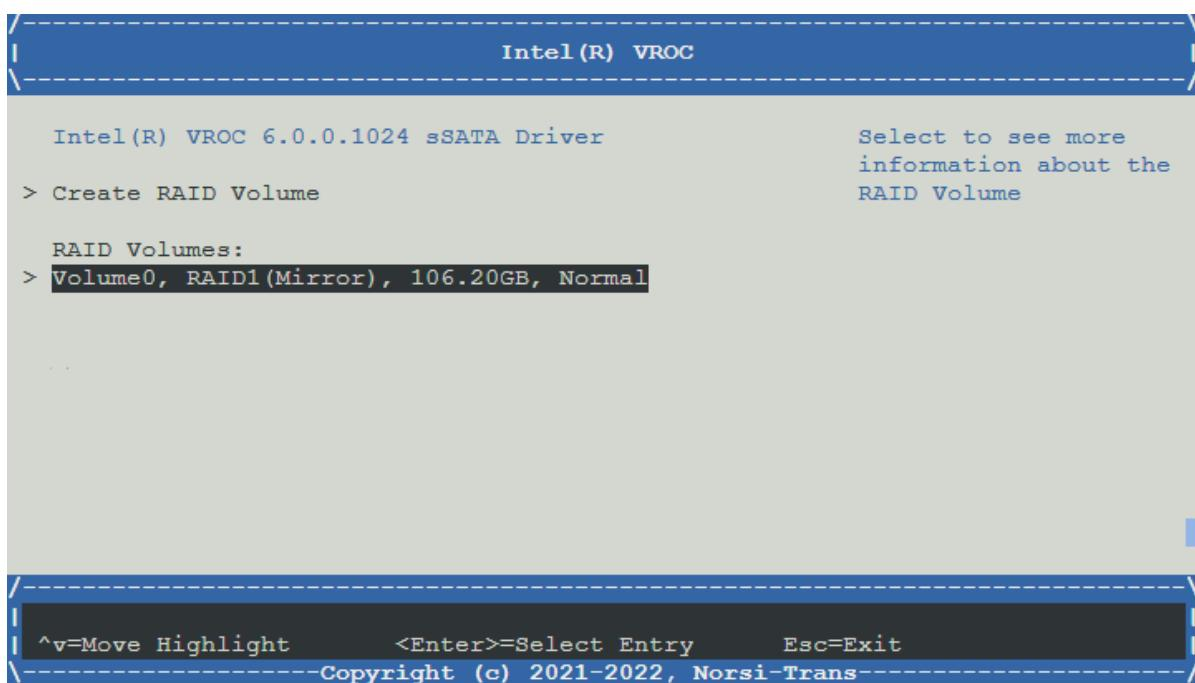

Рис. 66. Меню Intel (R) VROC с RAID1 (Mirror)
- 6) Вернитесь во вкладку «Intel(R) VROC» и убедитесь в создании зеркала <RAID1 (Mirror)>. Окно показано на рис. 66 Меню Intel \(R\) VROC с RAID1 \(Mirror\)